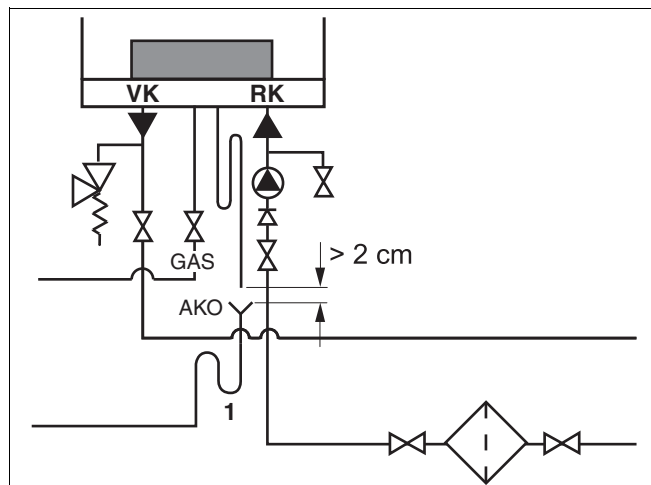

Fig. 19 Toestelsifon monteren
- Het sifon in de aansluitset mag geen vaste verbinding met de condensafvoerleiding hebben. De minimale afstand tussen de toestelsifon en de condensafvoerleiding bedraagt 2 cm (\rightarrow fig. 19).